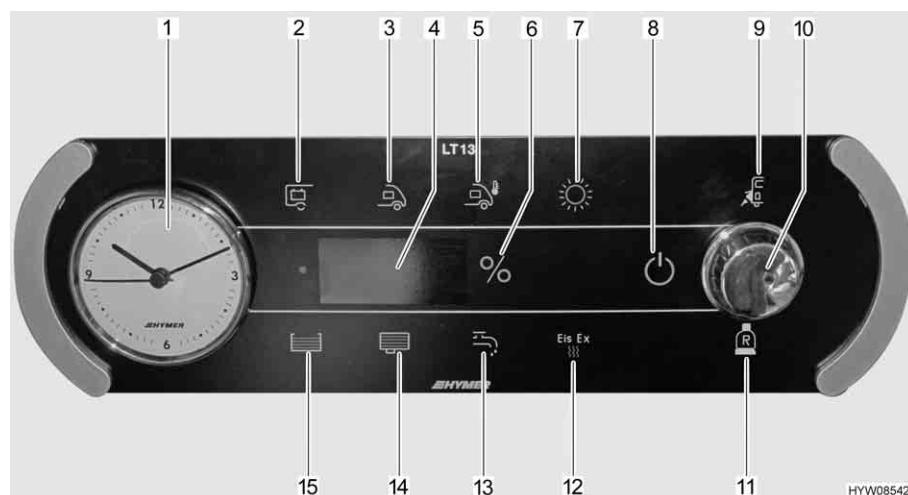

Fig. 116 Pannello di controllo (LT 13)
Il pulsante a rotazione (Fig. 116,10) inserisce o disinserisce il pannello di controllo e l'alimentazione a 12 V dell'abitacolo.
- Premere il pulsante a rotazione (Fig. 116,10): L'alimentazione a 12 V dell'abitacolo è inserita. La spia di controllo a 12 V (Fig. 116,8) diventa verde.
- Premere il pulsante a rotazione (Fig. 116,10): L'alimentazione a 12 V dell'abitacolo è disinserita. La spia di controllo a 12 V (Fig. 116,8) si spegne.
- Ruotare il pulsante a rotazione (Fig. 116,10), finché non si accende il simbolo pompa acqua (Fig. 116,13). Sull'indicatore compare lo stato di commutazione attuale ("ON" oppure "OFF").
- Ruotare il pulsante a rotazione (Fig. 116,10), finché non si accende il simbolo Eis-Ex (Fig. 116,12). Sull'indicatore compare lo stato di commutazione attuale ("ON", "AUTO" oppure "OFF").
Il simbolo controllo di rete (Fig. 116,9) è acceso quando il veicolo è alimentato con tensione di rete a 230 V. Le batterie vengono caricate.
Il simbolo bombola del gas di riserva (Fig. 116,11) è acceso quando viene utilizzata la bombola del gas di riserva.
- Ruotare il pulsante a rotazione (Fig. 116,10), finché non si accende il simbolo temperatura esterna (Fig. 116,5). La temperatura esterna viene visualizzata sull'indicatore (ad es. "25 °C").
- Ruotare il pulsante a rotazione (Fig. 116,10), finché non si accende il simbolo batteria abitacolo (Fig. 116,2). La tensione della batteria dell'abitacolo viene visualizzata sull'indicatore (ad es. "13,8U" per 13,8 Volt).
- Ruotare il pulsante a rotazione (Fig. 116,10), finché non si accende il simbolo della batteria dell'abitacolo (Fig. 116,2). La corrente della batteria dell'abitacolo è visualizzata sull'indicatore.
- Ruotare il pulsante a rotazione (Fig. 116,10), finché non si accende il simbolo batteria d'avviamento (Fig. 116,3). La tensione della batteria d'avviamento viene visualizzata sull'indicatore (ad es. "12,1U" per 12,1 Volt).
- Ruotare il pulsante a rotazione (Fig. 116,10), finché non si accende il simbolo solare (Fig. 116,7). La corrente fornita dal pannello di controllo solare viene visualizzata sull'indicatore (ad es. "5,8A" per 5,8 Ampère).
- Ruotare il pulsante a rotazione (Fig. 116,10), finché non si accende il simbolo serbatoio acqua (Fig. 116,15). Il livello del serbatoio dell'acqua è visualizzato in percentuale sull'indicatore. Se il serbatoio dell'acqua è vuoto, l'indicatore lampeggia.
- Ruotare il pulsante a rotazione (Fig. 116,10), finché non si accende il simbolo serbatoio acque grigie (Fig. 116,14). Il livello del serbatoio delle acque grigie è visualizzato in percentuale sull'indicatore. Se il serbatoio delle acque grigie è pieno, l'indicatore lampeggia.
- ▷ Se il simbolo "%" (Fig. 116,6) lampeggia, significa che il sensore è difettoso. Pulire il sensore o chiamare il servizio clienti.